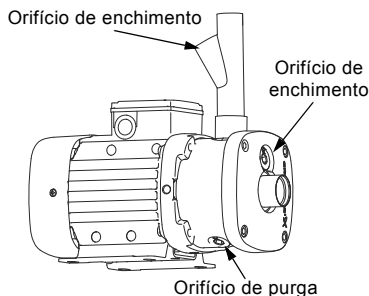

Fig. 11 Posição dos orifícios de enchimento e do orifício de purga
4. Retire o bujão de enchimento na bomba. Consulte a fig. 11.